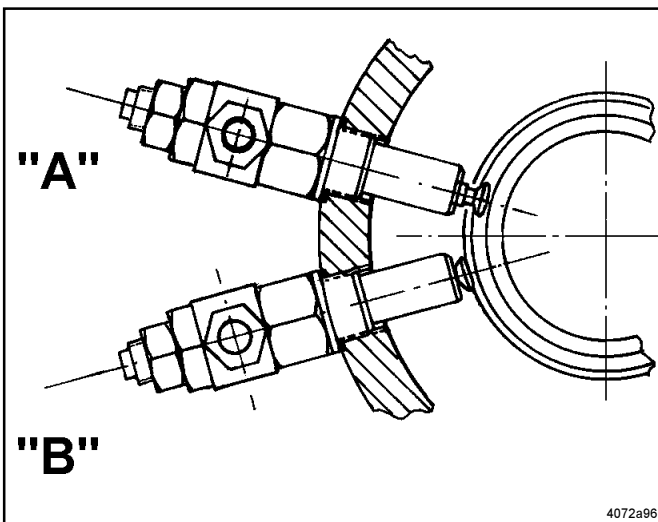

Fig. 10 - Installation correcte et installation incorrecte
1.2, 6.2, 8, 9 de la Fig. 10
1.2, 6.2, 8, 9, 20.2 de la Fig. 10